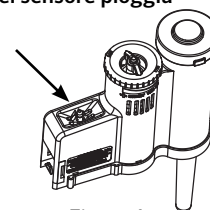

Figura 1
- L'apparecchio può essere testato autonomamente procedendo come segue: Tenere premuto il perno sulla sezione di risposta rapida. Entro tre secondi, il LED che sporge dall'invasatura lampeggerà una volta. Rilasciare il perno. Entro tre secondi il LED dovrebbe lampeggiare di nuovo (Figura 1).